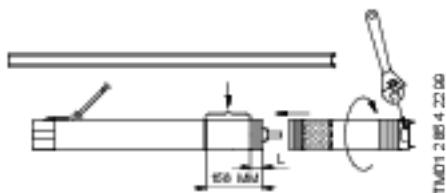

Рис. 6
- Установить электродвигатель в тисках в горизонтальном положении и зафиксировать его, смотрите рис. 6.
- Выдвинуть вал насоса в позицию, показанную на рис. 6.
Внимание: Ваш насос должен войти в зацепление с валом электродвигателя. Для этого можно использовать лыски на торцовой части насоса, специально предназначенные для захвата вала в этом месте гаечным ключом, смотрите рис. 6.